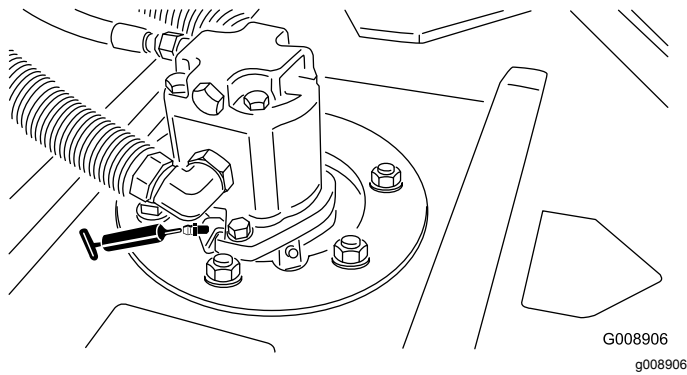

Figura 42
- 2 (por unidad de corte) cojinetes de eje giratorio de unidad de corte (Figura 42)